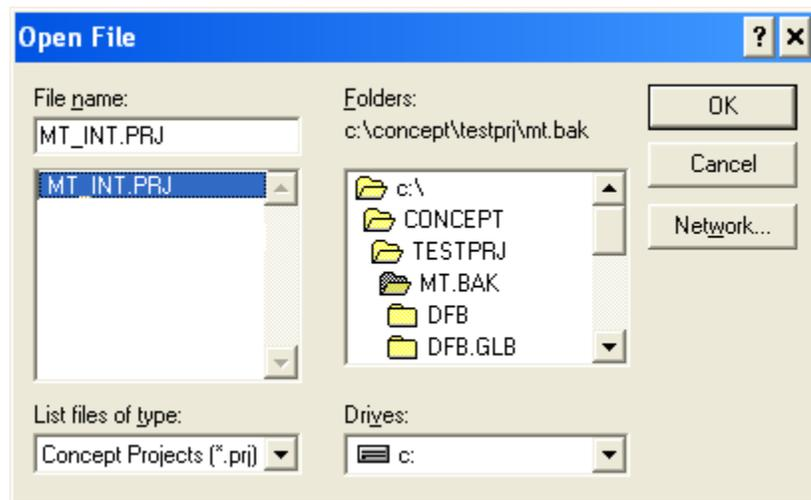

Figure 5-6 : Dialogue de sélection du projet
1. Ouvrez un projet en accédant au menu des fichiers et en sélectionnant OUVERTURE, puis en sélectionnant le projet. Dans cet exemple, le projet porte le nom de MT_INT.PRJ (Figure 5-6).